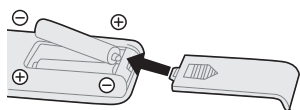

Fig.1
- Sätt i batterierna, och se till att batterierna är placerade som visas i Fig.1.